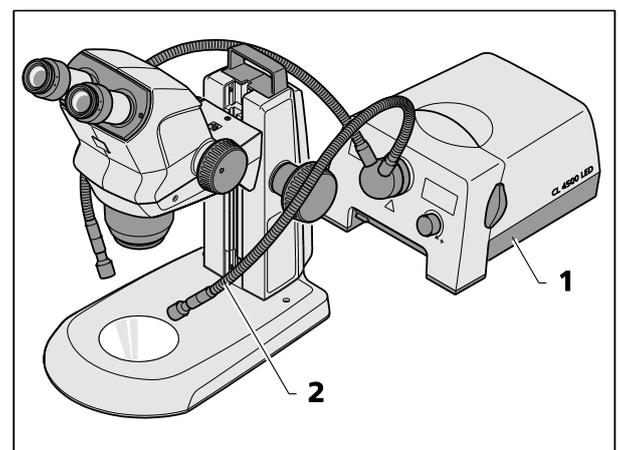

Fig. 10 Montage de l'éclairage externe à fibre optique
- Allumer le dispositif externe d'éclairage par fibre optique (Fig. 10/1), régler l'intensité de l'éclairage et l'éclairage en pliant les deux flexibles (Fig. 10/2) de manière à ce que l'échantillon soit éclairé de manière optimale.